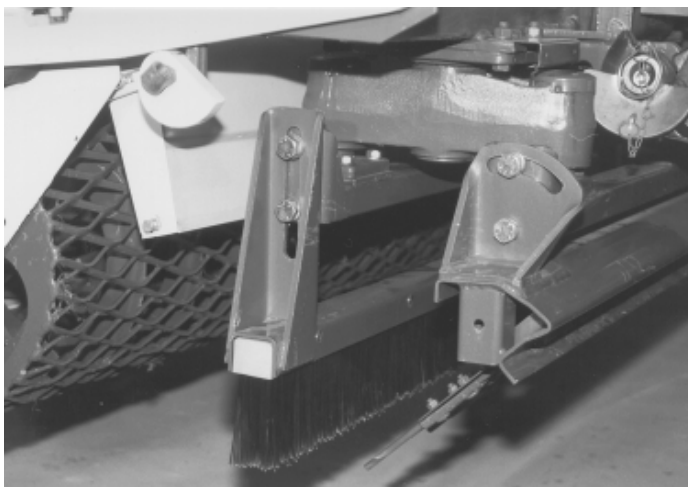

fig. 37
- Løsne de to låseskruene på begge sider av kostbraketten (fig. 37).